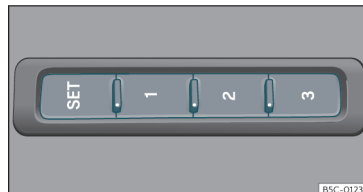

Fig. 109 Sul lato esterno del sedile del conducente: tasti di memoria.
- Premere il tasto **SET** per più di 1 secondo » **fig. 109**.
- Tenere premuto il tasto **SET** >>> fig. 109.